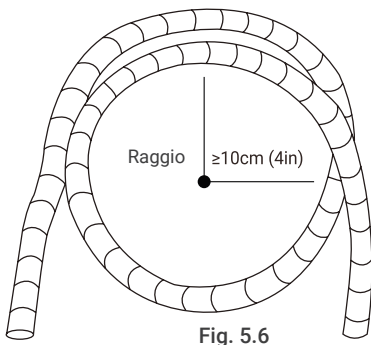

Fig. 5.6
**Raggio di flessione minimo:** Quando pieghi la tubatura refrigerante connettiva, il raggio minimo di flessione è di 10 cm. Vedi Fig. 5.6.